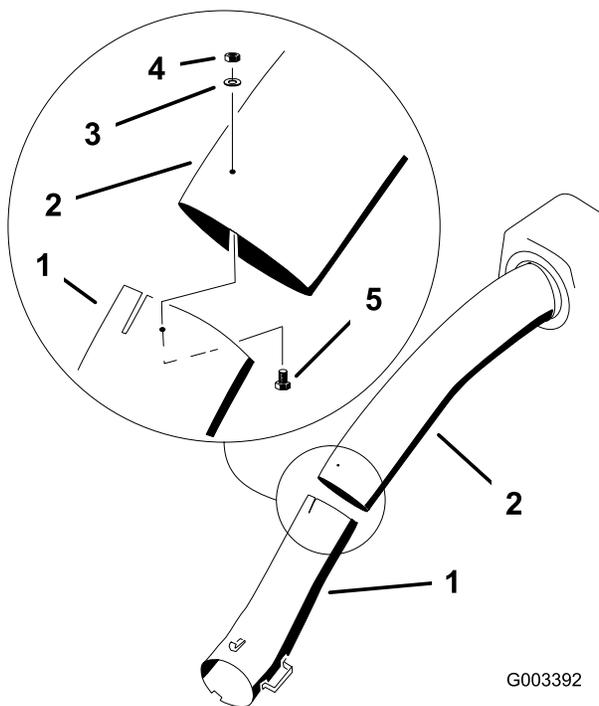

Figure 55
14. Réunissez les tubes supérieur et inférieur avec 3 boulons (n° 10 x 3/4"), rondelles plates et contre-écrous, comme montré à la Figure 55.